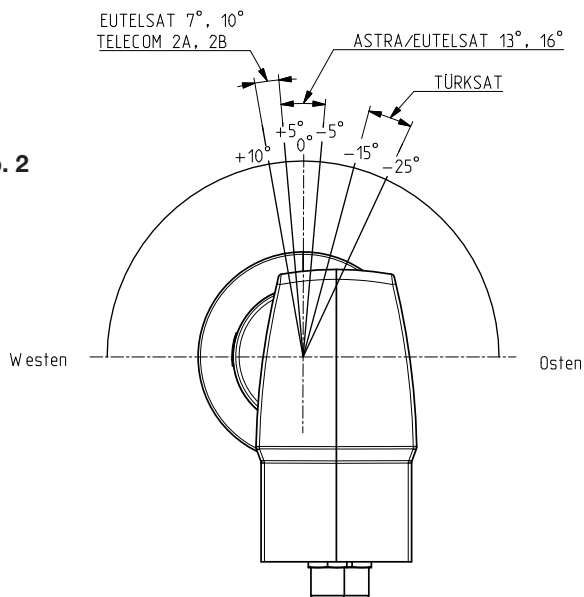

Abb. 2
2. Gradwert für die Polarisierungseinstellung aus Abb. 2 entnehmen.
2. See Fig. 2 for the polarisation setting angle.